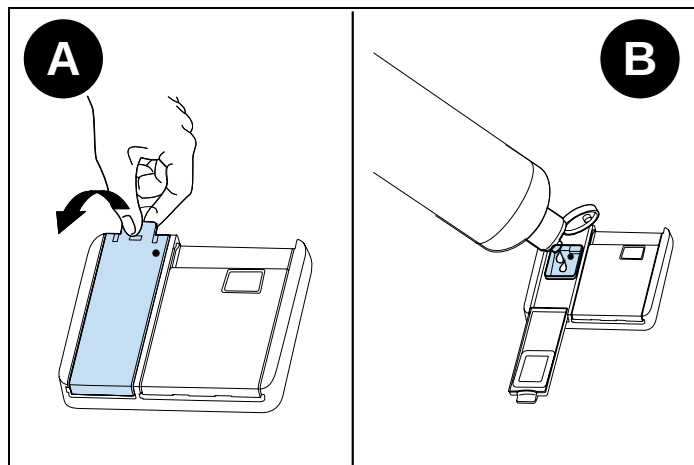

Fig. 58
- 1) För att fylla på spolglansbehållaren, öppna locket till behållaren (Fig. 58 A)